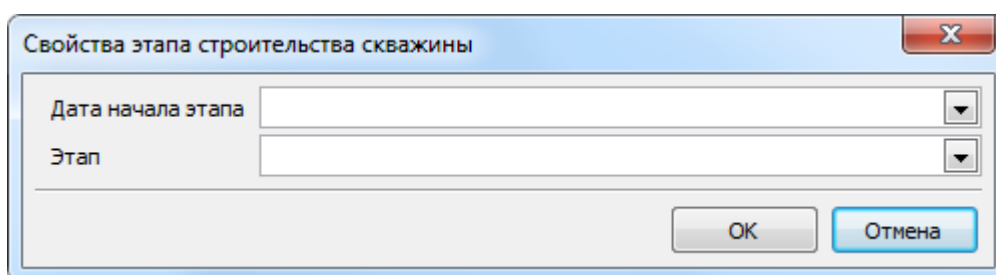

Рисунок 288. Диалог "Свойства этапа строительства скважины"
При редактировании информации об этапе строительства скважины работа происходит в диалоге **"Свойства этапа строительства скважины"** (Рис. 288).
3. В появившемся диалоге, аналогичном диалогу при добавлении информации об этапе строительства скважины (Рис. 288), измените необходимые данные.